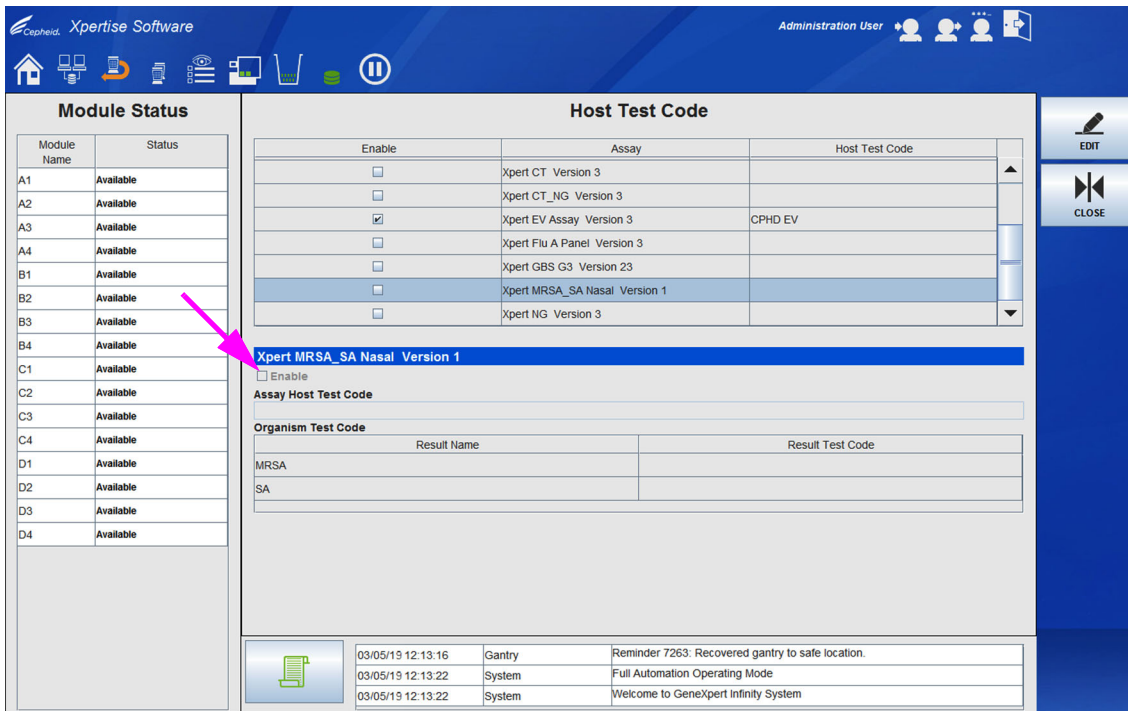

图 2-38. 主机测试代码 (Host Test Code) 工作区 – 多结果检测法
2. 单击**启用 (Enable)** 复选框（参见图 2-38），以允许主机使用定义的检测法测试代码下载测试指令并且 Infinity System 使用此代码将结果上载至主机。